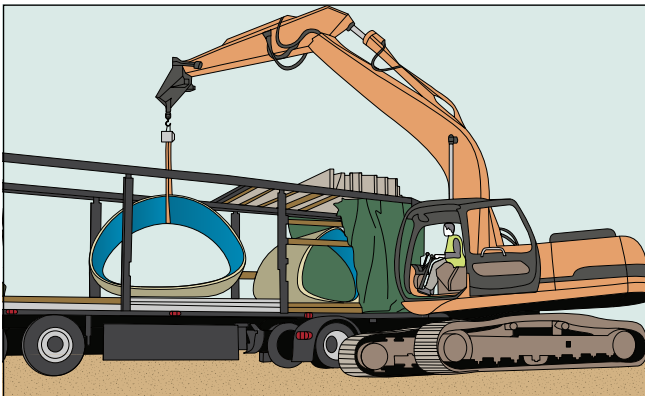

Fig. 9: Déchargement depuis la partie haute du camion
- Depuis la partie haute du camion à l'aide d'une grue ou d'une excavatrice (Fig.9).